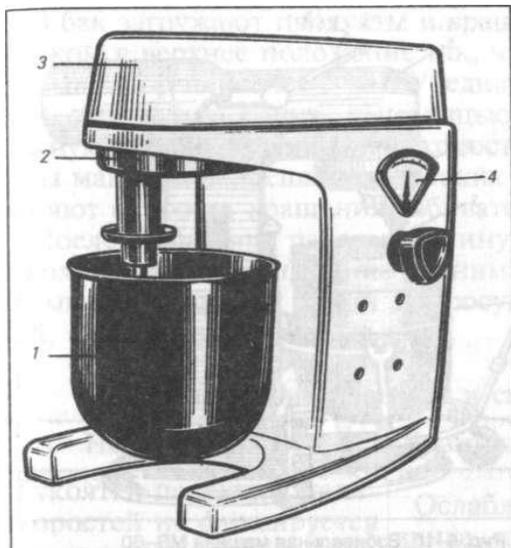

Рис. 6-9. Взбивальная машина МВ-6
2. Взбивальная машина МВ-6 (рис. 6.9) используется главным образом в холодном цехе для приготовления сливок, муссов, майонеза и других изделий. Она состоит из корпуса с крышкой, бака, устанавливаемого на кронштейне, и взбивальных инструментов, получающих планетарное движение от привода.